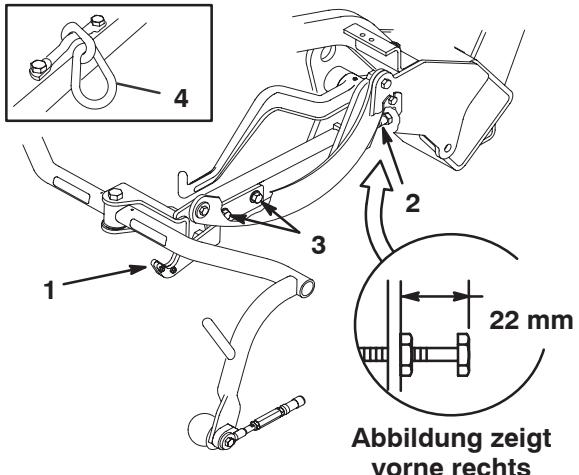
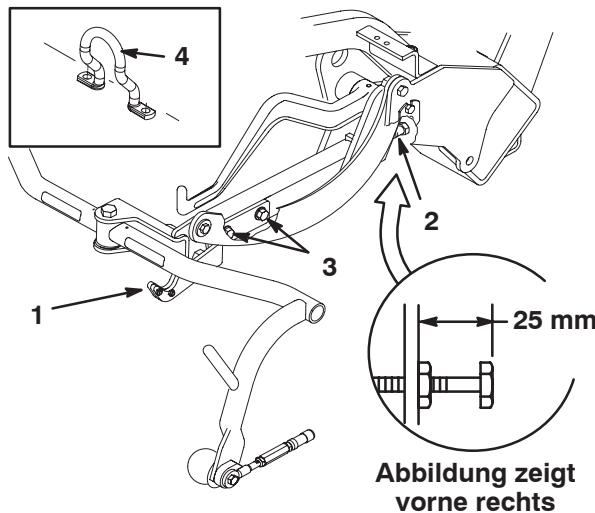

Bild 20
Bild 22
Prüfen Sie die Transporthöhe (Bild 20 und 22) und stellen Sie sie ggf. folgendermaßen ein:
2. Stellen Sie an Mähwerken, die ein Kettenglied oder eine gerade Hebeöse haben (Bild 20 und 21 Einsatz) sicher, dass der Abstand zwischen der Einstellschraube oben am Trägerrahmen und der Rückseite des Trägerrahmens 22 mm beträgt. Wenn der Abstand nicht 22 mm beträgt, gehen Sie auf Schritt 4. Wenn das Mähwerk mit einer Versatztransportöse (Bild 22) ausgestattet ist, gehen Sie auf den nächsten Schritt.
3. Stellen Sie an Mähwerken, die eine Versatzhebeöse haben (Bild 22) sicher, dass der Abstand zwischen der Einstellschraube oben am Trägerrahmen und der Rückseite des Trägerrahmens 25 mm beträgt. Wenn der Abstand nicht 25 mm beträgt, gehen Sie auf Schritt 4.
4. Lösen Sie die Befestigungsschrauben der Transportplatte (Bild 20–22).
7. Wenn die Trägerrahmen nicht dieselbe Höhe aufweisen, lösen Sie die Klemmmutter an der Einstellschraube des Trägerrahmens (Bild 20–22). Drehen Sie die Schraube raus, um den Trägerrahmen anzuheben, oder drehen Sie die Schraube rein, um ihn abzusenken. Ziehen Sie die Klemmmutter fest, wenn Sie die richtige Höhe eingestellt haben.